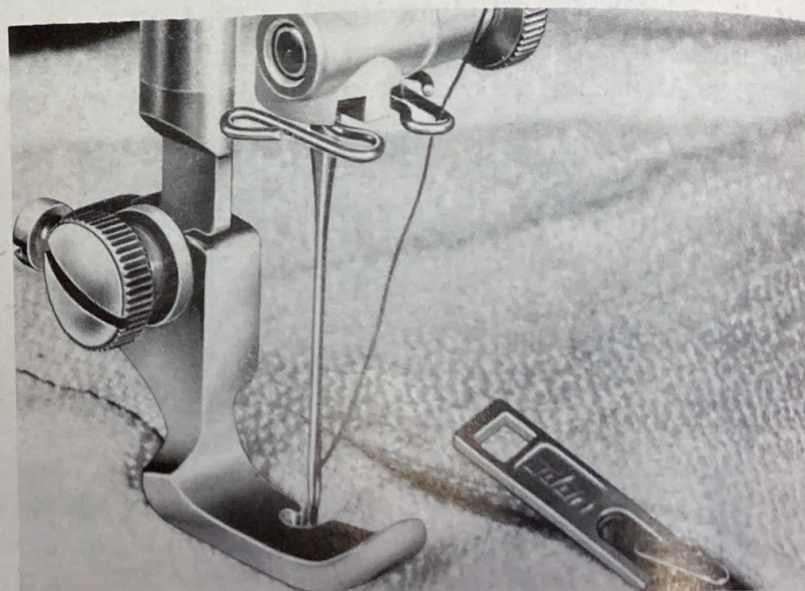
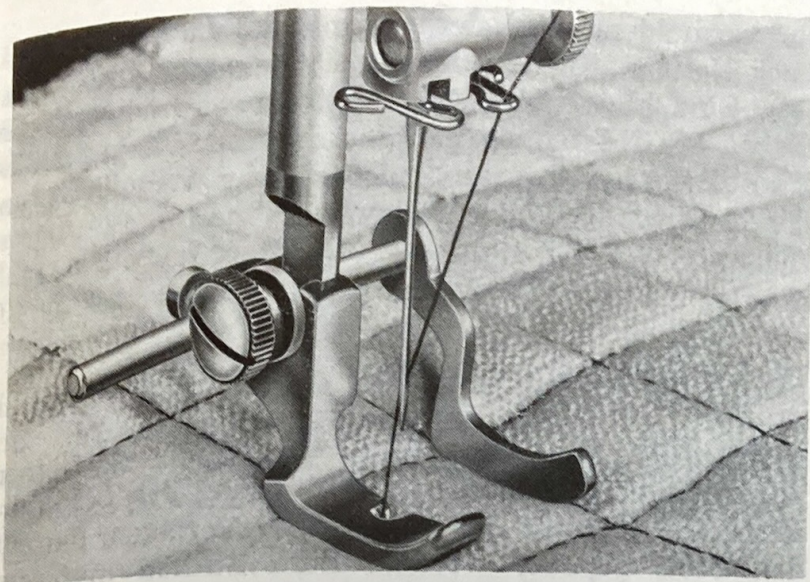

Abb. 37
Abb. 38
d) Das Einnähen von Reißverschlüssen (Abb. 37) und Wattierungsarbeiten (Abb. 38)
von Reißverschlüssen (Abb. 37), wobei der Stoff nicht gedehnt, der Reißverschluß aber straff gehalten werden muß. Mit einem angeschraubten, verstellbaren Lineal lassen sich leicht parallele Nähte herstellen. Man führt den Stoff so, daß die vorher genähte Naht unter dem auf die gewünschte Breite eingestellten Lineal entlanggeführt wird. So können Reihen und Vierecke von gleicher Breite genäht werden. In gleicher Weise lassen sich Wattierungsarbeiten ausführen (Abb. 38). Watte wird zwischen den Stoff gelegt und in gleichmäßigen Abständen gesteppt.